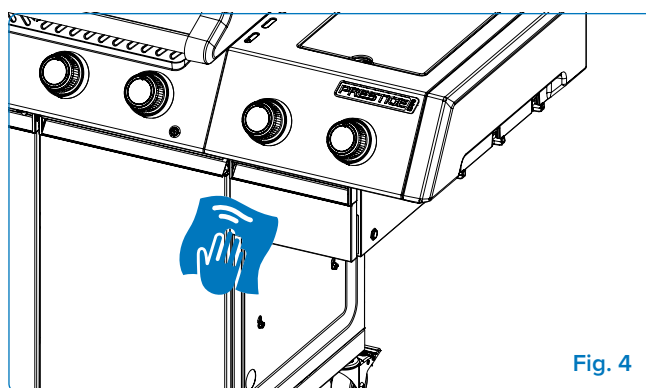

Fig. 4
7. **Pulisci la scatola affumicatrice** – Pulisci le superfici interne ed esterne con una miscela 50/50 di acqua tiepida e aceto di mele usando una spugna. Questo elimina il creosoto. Usa una spazzola metallica o una spugna abrasiva per i depositi più ostinati. Evita l'umidità eccessiva vicino alle parti elettriche (**Fig. 4**).